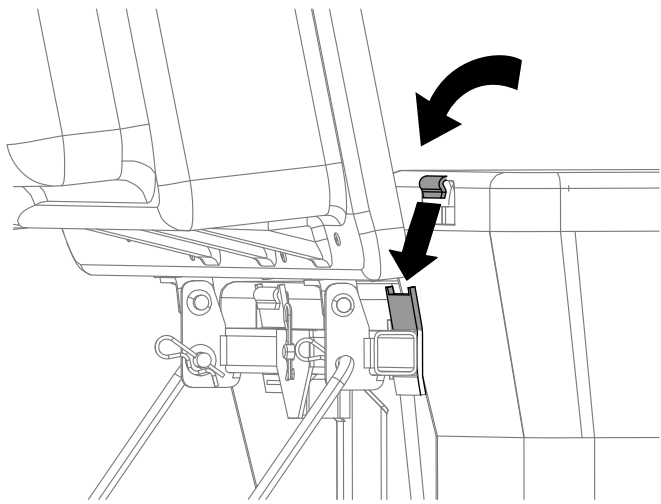

Figura 16
- Alzate il coperchio del sistema di raccolta e inserite i cestini facendo scorrere i ganci del telaio dei cestini sulle staffe di ancoraggio (Figura 16).